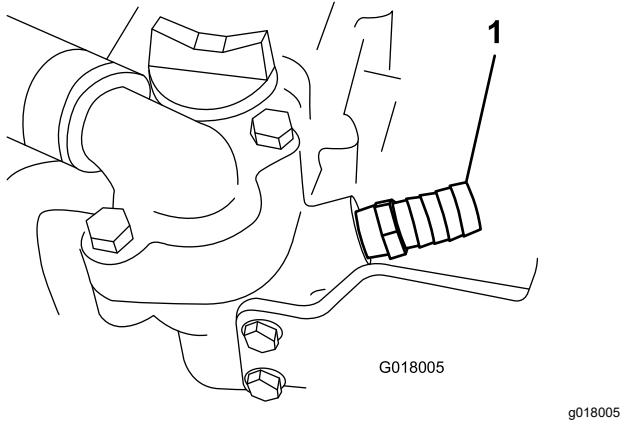

Рисунок 32
- Поместите внизу сливной поддон. Удалите заглушку под корпусом в передней части термостата, нанесите герметик для труб на резьбу прямого штуцера ($\frac{5}{8}$ дюйма) и установите штуцер на машину (Рисунок 32).